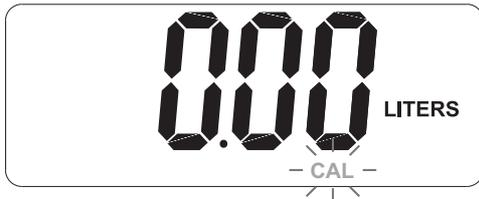

Fig. 11 Clignotement de CAL, le compteur est prêt pour l'étalonnage
5. CAL (Étalonnage) clignote sur l'écran comme montré sur la FIG. 11. Intervenir comme suit :